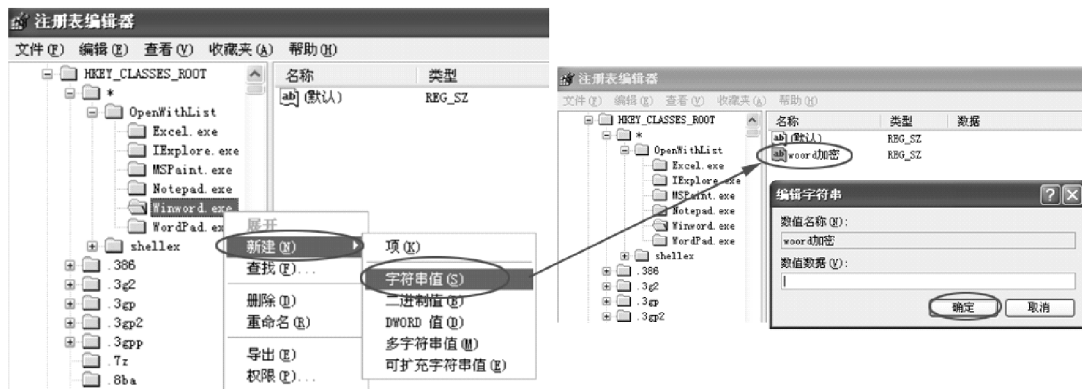

图 3-119 创建键值项和键值操作步骤示意图
创建键值项和键值的方法与创建子键的方法类似，只是在创建键值项时必须了解键值的类型以及它必须包含什么数据。当需要执行创建键值项和键值时，首先在注册表编辑器右侧窗口中单击鼠标右键。可以看到在“新建”子列表中列出的“字符串值 (S)、二进制值 (B)、DWORD 值 (D)、多字符串值 (M)、可扩充字符串值 (E)” 5 个选项。它们分别用以创建不同类型的键值项。然后双击更改名称后的新建键值项，通过相应的编辑对话框添加键值项，最后单击“确定”按钮即可。其操作步骤如图 3-119 所示。